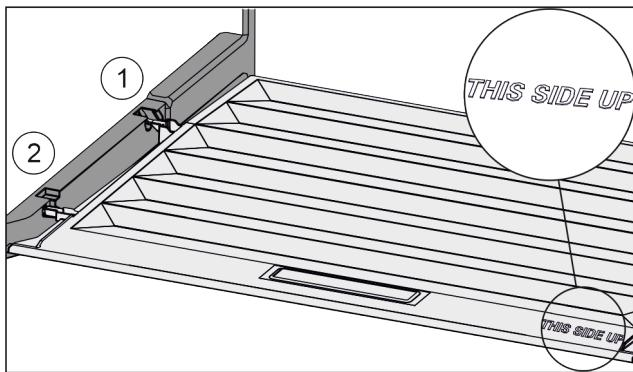

Fig. 135
- Вставить поперечні ребра через отвір заднього тrimacha Fig. 135 (1) і зафіксувати спереду у тrimачі Fig. 135 (2).